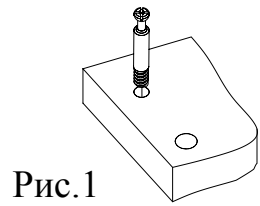
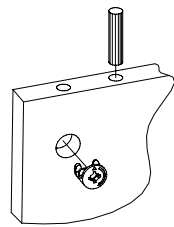

Рис.1
Рис.2
1. Подготовьте детали к сборке. Вкрутите шпильки минификсов в детали 1, 2, 5 (Рис. 1). Затем вставьте головки минификсов и шканты в детали 1, 2, 4 (Рис. 2).